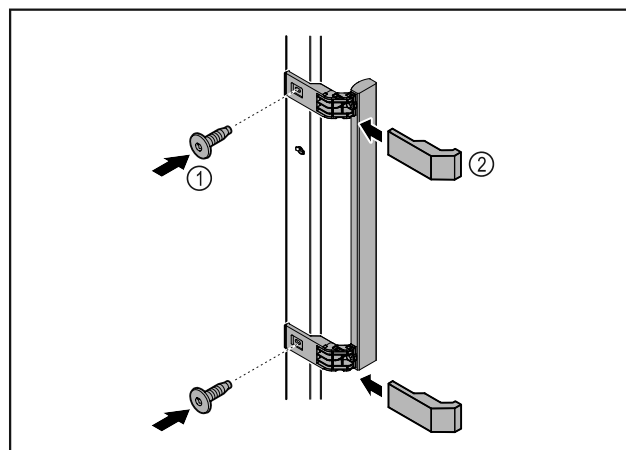

Fig. 7
- Meegeleverde greep met de meegeleverde schroeven Fig. 7 (1) op de deur aanbrengen.
- Afdekking Fig. 7 (2) plaatsen.